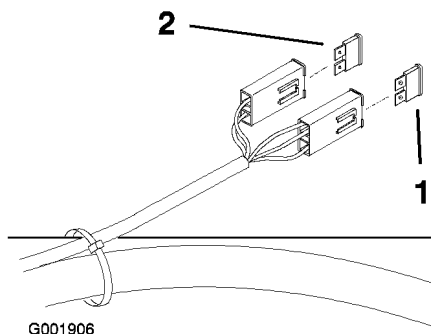

Figura 52
2. Per sostituire un fusibile, tiratelo (Figura 52) ed estraetelo dall'attacco.